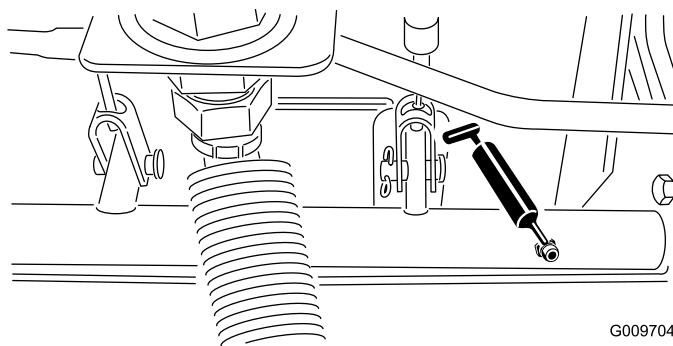

図 47
- ・ ブレーキシャフトのピボットベアリング (5ヶ所) (図 47)